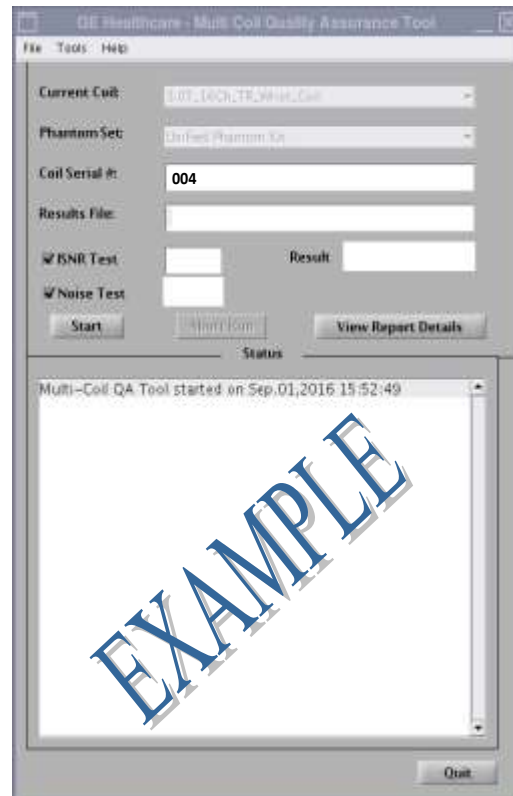

Abbildung 3
Das aktuelle Spulenfeld wird basierend auf der Spulen-ID der mit dem LPCA verbundenen Spule automatisch ausgefüllt (Abbildung 3). Geben Sie die Seriennummer der getesteten Spule im Feld „Coil Serial #“ (Spulenseriennummer) ein.
2. Klicken Sie auf **[Start]**, um den automatischen Test, wie in Abbildung 3 gezeigt, auszuführen. Abhängig von der Anzahl der Testpositionen (Komplexität der Spule) kann der Test zwischen 3 und 5 Minuten dauern.